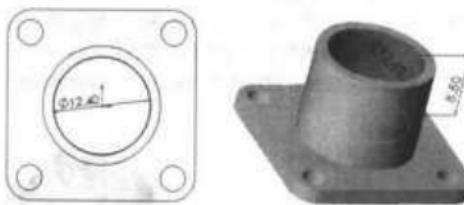

图 11-21 创建正面同心圆柱孔形凸台
(1) 单击圆形凸台的圆面，使其成为草图绘制平面。
(2) 单击 草图绘制 工具，进入草图的绘制模式。单击草图工具栏中的 \odot （圆）工具，绘制一个与凸台圆同心的圆。单击 智能尺寸 工具，标注直径尺寸为 12.4mm，如图 11-21 所示。
(3) 单击特征工具栏中的 拉伸切除 工具，在“终止条件”选项框中选择“给定深度”，并设置深度值为 8.5mm，单击 确定 按钮，完成正面同心圆柱孔的创建。